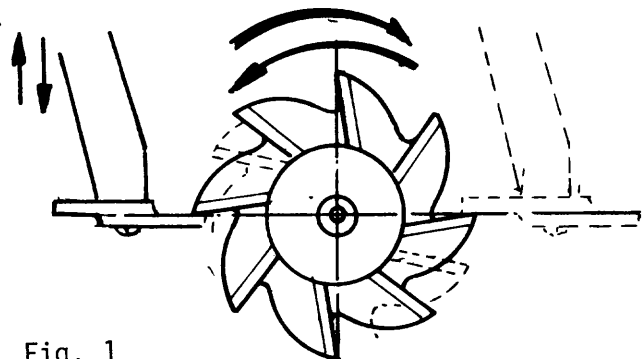

Fig. 1
- b Alinie los dientes diametralmente opuestos en el plano horizontal con el centro de la herramienta (fig. 1) y fije el eje del cabezal porta-pieza.